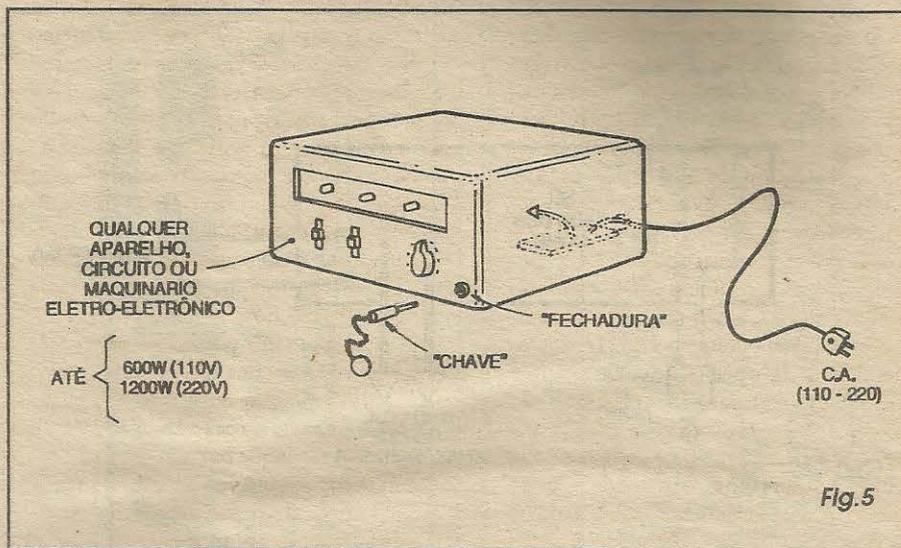

Fig. 5
- FIG. 5 - UMA POSSIBILIDADE PRÁTICA DE UTILIZAÇÃO DO SEL... - Se, por exemplo, o caro leitor/hobbysta pretender restringir o uso de determinado aparelho eletro-eletrônico, de maneira que ninguém mais possa acionar (ligar-desligar...) o dito aparelho, a figura dá uma boa idéia geral de como isso pode ser conseguido com o SEL... Basta enfiar a plaquinha do SO EU LIGO lá dentro do
**O SENSOR DE SEGURANÇA CONTRA INCÊNDIO**, mostrado em APE 64, é um projeto que venho procurando há muito tempo (inclusive já fiz algumas tentativas, de minha própria invenção, mas nenhuma com resultados totalmente positivos...). Realizei a montagem, experimentalmente (antes de partir para a versão definitiva...) e comprovei o funcionamento, porém com alguns probleminhas que agora relato, na esperança de que vocês possam me auxiliar a resolvê-los... Estou mandando um desenho de como acomodei os diodos sensores numa calha metálica, para recolher e sentir o calor... Depois de cuidadosamente calibrado, o circuito realmente funcionou, mas estou achando que a sensibilidade ficou muito reduzida, já que necessita de certa proximidade da fonte de calor, para efetivo disparo... Na verdade, para as aplicações que pretendo, haveria a necessidade do circuito realmente perceber o calor numa distância maior, e mais rapidamente, o que não está ocorrendo no meu protótipo... Não consegui obter aquela parábola refletora indicada no artigo (fig. 5, pág. 7, APE 64)... Será que se o refletor/concentrador de calor não for exatamente conforme descrito, o SESCO não funcionará...? Além disso, haverá alguma maneira de tornar maior a própria sensibilidade do circuito...? Agradeço por qualquer auxílio que possam me dar, através do **CORREIO** (eu espero...) - Noemir C. de Souza - Recife - PE